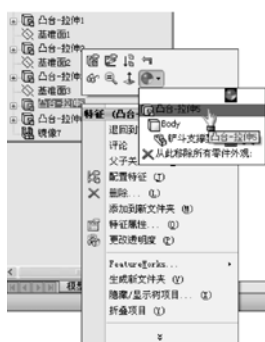

图 8-43 快捷菜单 2
(1) 在“FeatureManager 设计树”中选择需要改变颜色的特征，按〈Ctrl〉键可以选择多个特征。
(2) 右击所选特征，在弹出的快捷菜单中单击 （外观）按钮，在下拉菜单中选择步骤(1)中选中的特征，如图 8-43 所示。